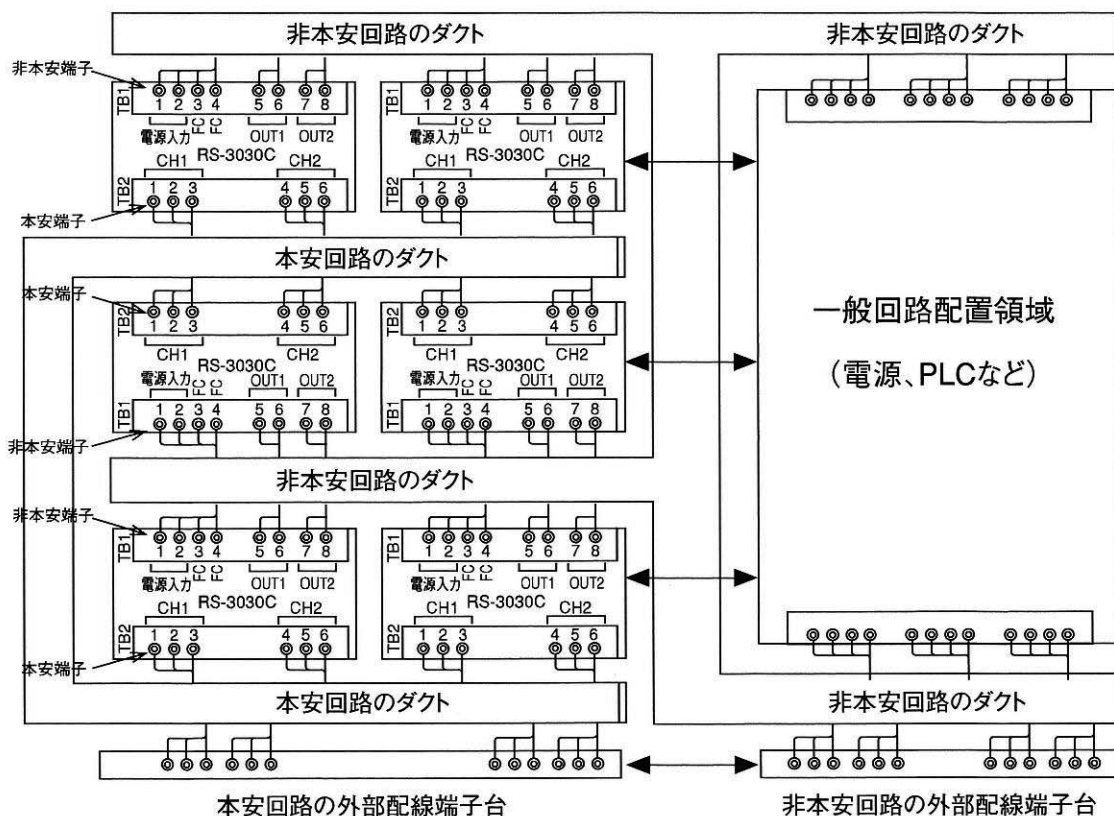

図7.1 パネル内配線の配置例
- 配置と配線は、本安回路に電磁及び静電誘導を受けないように、更に他の回路と混触の恐れのないように行って下さい。その例を図7.1に示します。